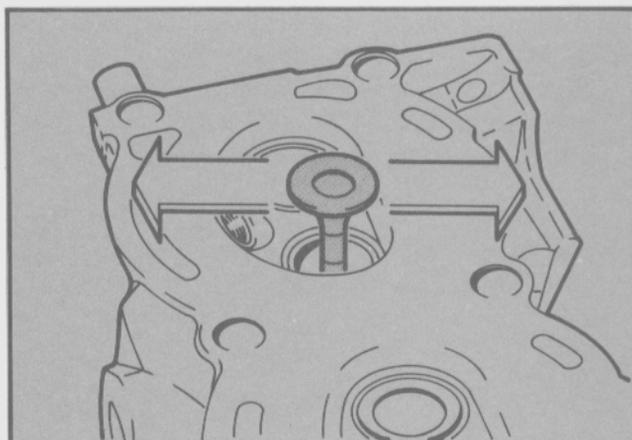

Fig. 94 - Determinación de la luz entre la válvula y su guía
- Insertar la válvula en su guía y determinar la luz presionándola en forma lateral (Fig. 94).